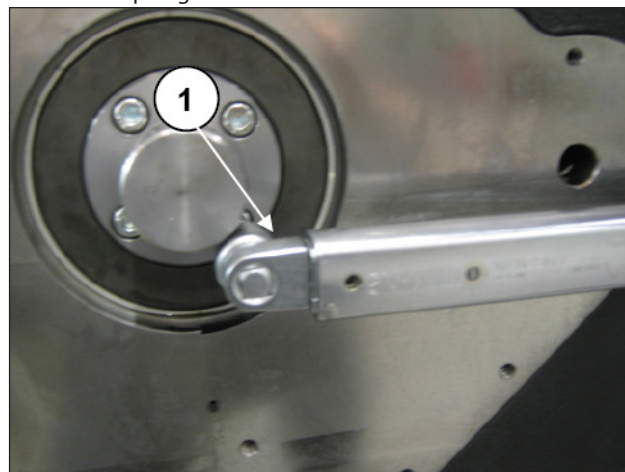

Fig. 123
Insira no local a lingueta no espigão de comando da bomba de óleo (pos. ①, Fig. 123).